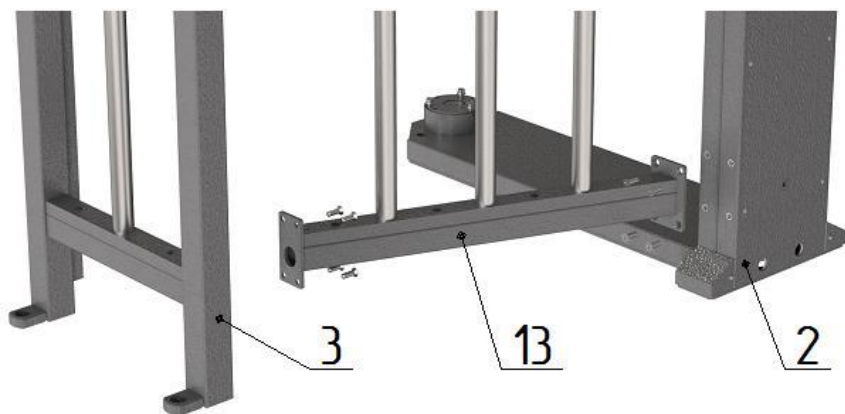

Рис. 5
– к боковым плоскостям стойки крыла прохода 2 аналогично установите ограждения **13** и **14** (рис.5) и закрепите винтами М8;